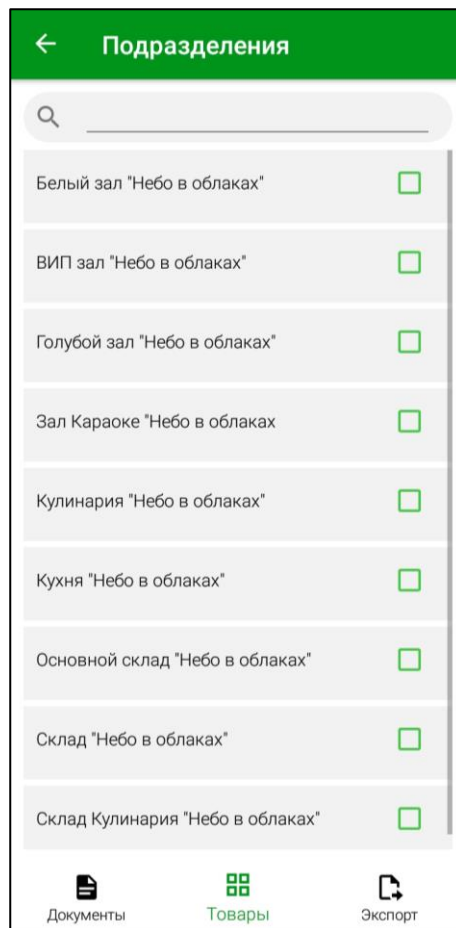
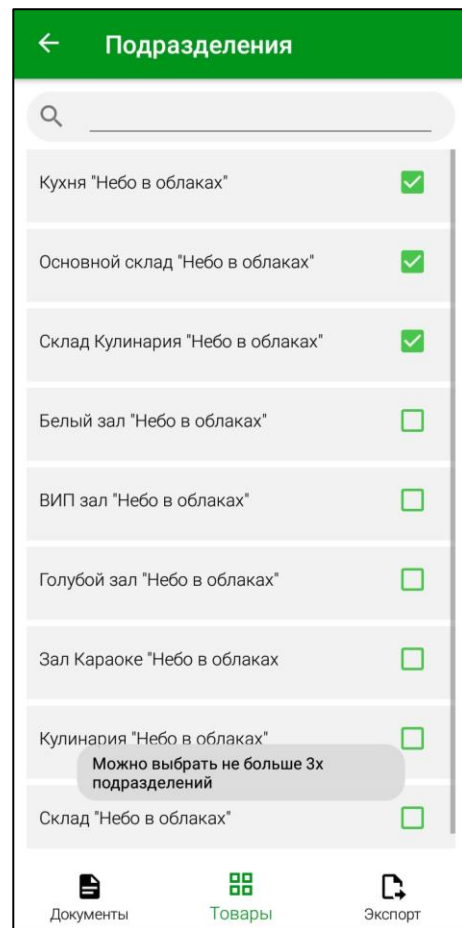

Рис. 58
Рис. 59
В списке будут отображаться подразделения предприятия, выбранного в поле «Предприятие» (см. Рис. 58). Для поиска подразделения можно ввести часть его названия в строке поиска и выбрать нужное из отфильтрованного списка. Выбор осуществляется установкой флага в строке с интересующим подразделением, выбранные подразделения перемещаются в начало списка (см. Рис. 59).
**Внимание!** Выбрать можно не более трех подразделений. При попытке выбрать четвертое подразделение появится информационное сообщение (см. Рис. 59).